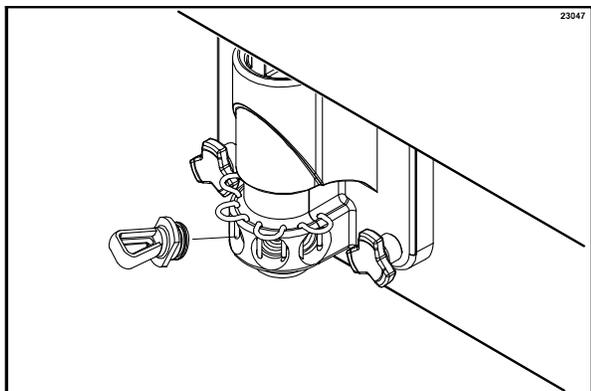

図157
2. フリーザードアのシロップポートにシロップホールプラグをはめます(図157を参照)。